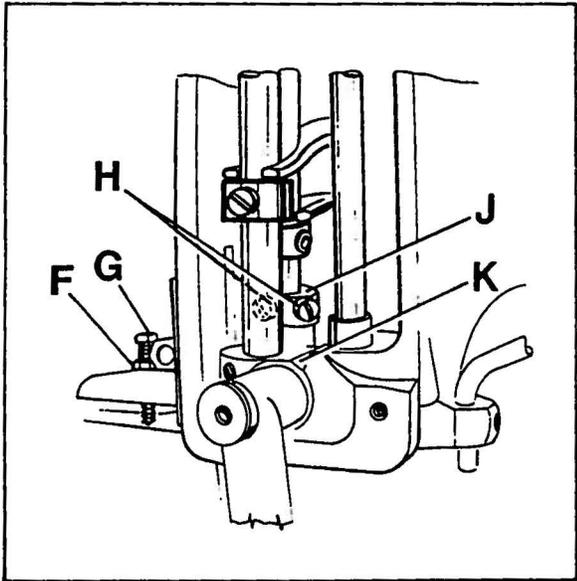
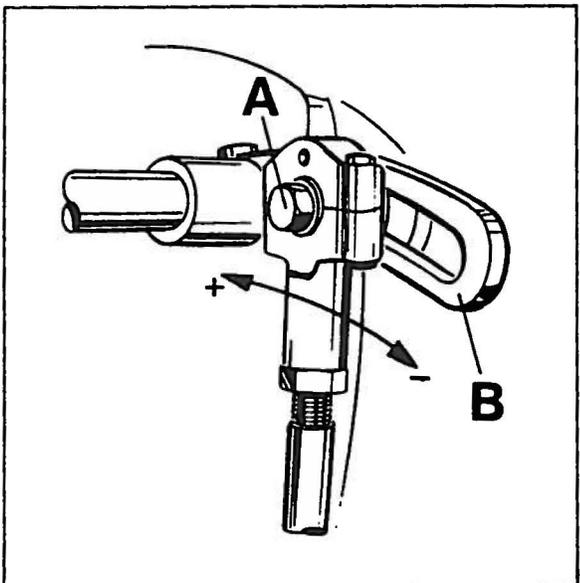

Fig. 20
Fig. 21
For setting the small gap between the feed dogs loosen nut (F, Fig. 20). Turning in screw (G) increases the gap, turning it out decreases the gap. Retighten nut (F). For matching the upper feed dog travel with the lower feed dog travel loosen screw (A, Fig. 21). Moving the ball link in the slot of rocker lever (B) to the front decreases the upper feed dog travel, moving it to the rear increases the travel. Retighten screw (A).
For adjustment of the alternating lift motions of upper feed dog and presser foot loosen the two screws (H, Fig. 20) and raise the supporting yoke (J) when the upper feed dog should lift more and the presser foot less, or lower it when the upper feed dog should lift less and the presser foot more. Retighten screws (H).
Zum Einstellen des Luftspalts zwischen den Transporteuren lösen Sie die Mutter (F, Fig. 20). Eindrehen der Schraube (G) vergrößert den Luftspalt, Herausdrehen verkleinert ihn. Ziehen Sie die Mutter (F) wieder an.
Zum Angleichen des Obertransportwegs an den Weg des unteren Transporteurs lösen Sie die Schraube (A, Fig. 21). Verschieben des Kugelgelenks im Kulissenhebel (B) nach vorne verkleinert den Obertransportweg, verschieben nach hinten vergrößert ihn. Ziehen Sie die Schraube (A) wieder an.
Zum Einstellen der alternierenden Hubbewegung von Obertransporteur und Drückerfuß lösen Sie die beiden Schrauben (H, Fig. 20) und stellen das Stützlager (J) höher, wenn der Obertransporteur mehr und der Drückerfuß weniger abheben soll, oder stellen Sie es tiefer wenn der Obertransporteur weniger und der Drückerfuß mehr abheben soll. Ziehen Sie die Schrauben (H) wieder an.